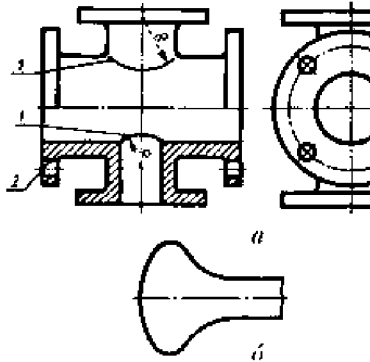

Рисунок 3 – Спрощене зображення ліній перетину поверхні
кіл і прями лінії (рис. 3). Умовне зображення ліній переходу поверхонь (1) та розташування отворів у круглому фланці (2) показано на рис. 3, а. Плавний перехід від однієї поверхні до іншої показують умовно – за допомогою тонкої лінії (рис. 3, а) або зовсім не показують (рис. 3, б).